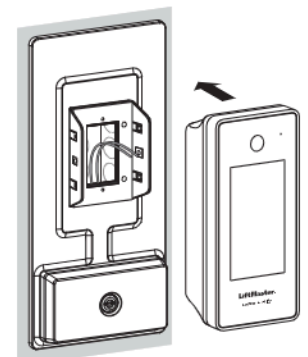

Figure 4
8. Follow CAPXS manual to finish the installation. (See Figure 4)
8. Suivez le manuel du CAPXS pour terminer l'installation. (Voir figure 4)